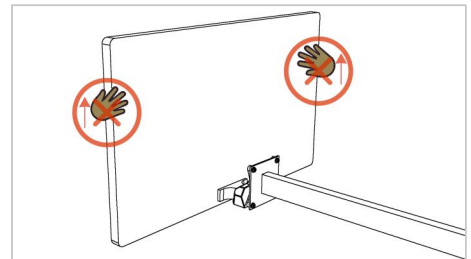

Figura 6
**Asegúrese de que el adaptador VESA se suelta cuando tire del monitor hacia arriba. Esto se debe a que el monitor está diseñado para retirar la base original del monitor Samsung (Figura 6).**